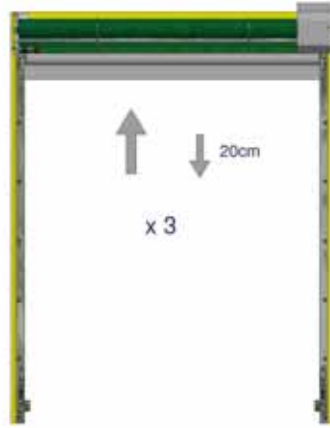

Figure 16, réglage de la limite supérieure
Étape 1, limite supérieure : Figure 16, utilisez le commutateur de déplacement n° 2 pour ouvrir totalement la porte jusqu'à ce que le moteur s'immobilise et se coupe. Baisser de 20cm et répéter deux autres fois.